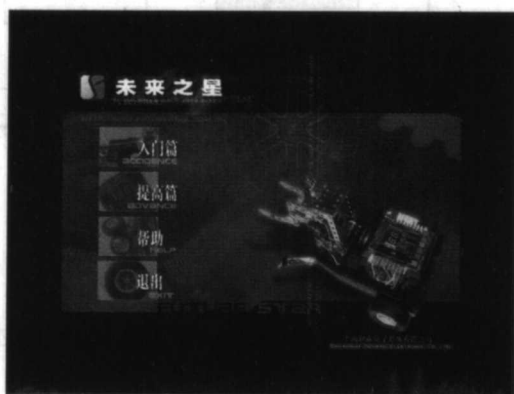

图 1-5
2. 安装完毕后, 双击“未来之星”软件图标  , 进入到启动画面, 如图 1-5 所示。